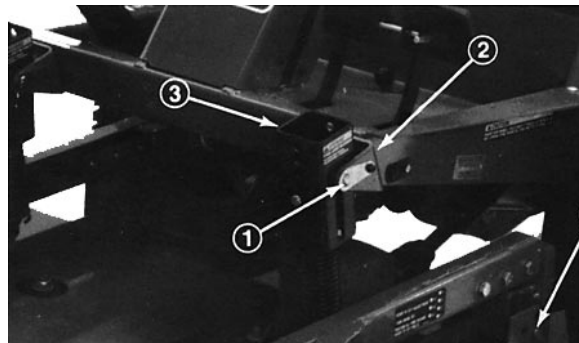

Fig. 6
3. Senk klippeenheten, ta av de fire (4) stiftene fra klippehøydebrakettene (fig. 6).